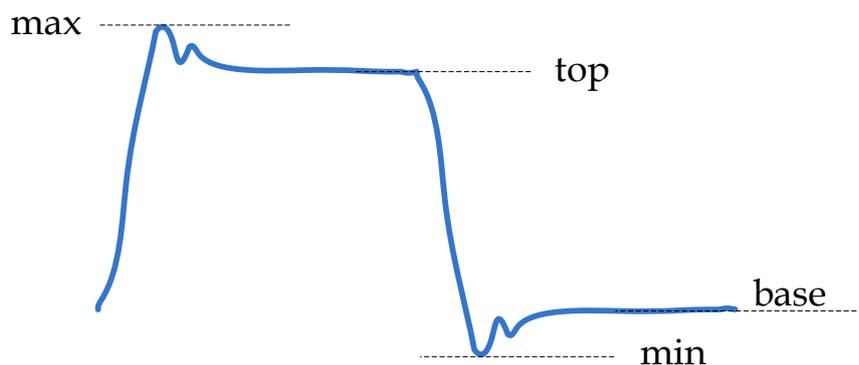

图4 示波器有关电压参数的定义
4) MEASURE 方法测量脉冲信号电压参数时, 注意参数的定义, 见图 4: